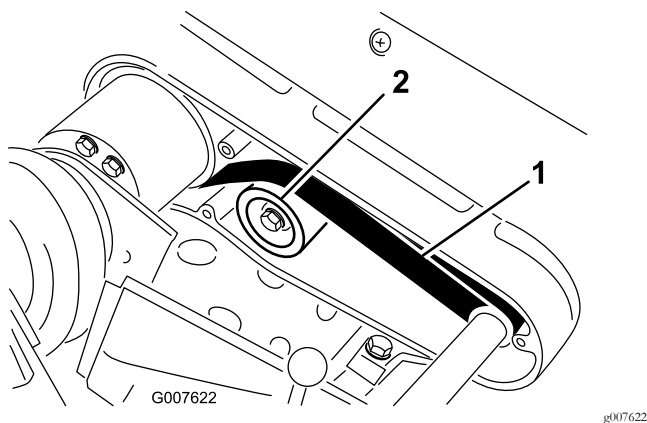

Рисунок 39
2. Проверьте натяжение, приложив к ремню посередине между шкивами (Рисунок 39) усилие 22 – 26 Н.
- А. Отпустите гайку крепления натяжного шкива и поджимайте натяжной шкив по часовой стрелке к обратной стороне ремня, пока не будет получено требуемое натяжение (Рисунок 39).